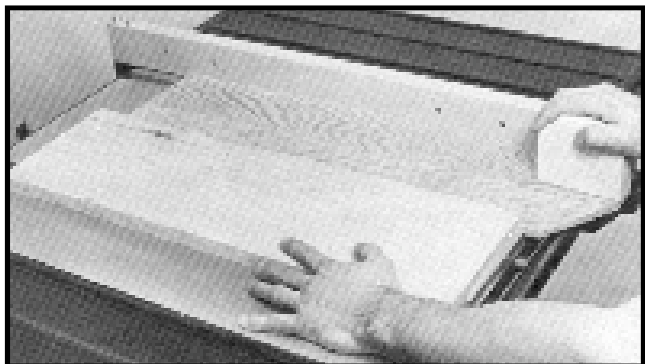
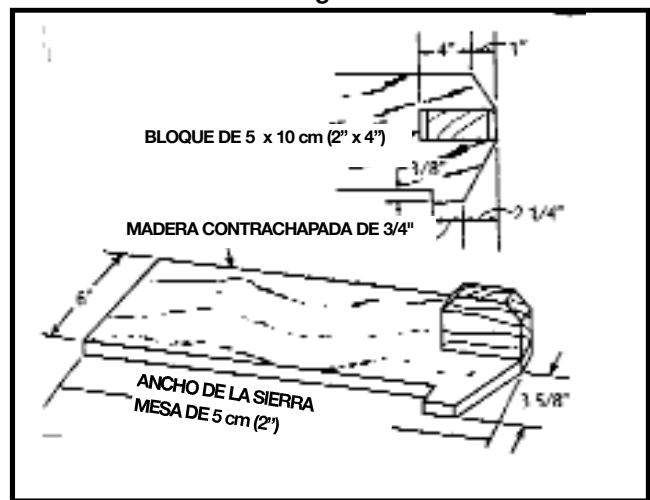

Fig. 48
Fig. 49
3. El corte longitudinal de piezas angostas puede resultar peligroso si no se hace con cuidado. Generalmente, las piezas angostas no pueden cortarse con la guarda en su lugar. Si la pieza de trabajo es muy corta, utilice una tabla para empujar. Cuando corta material de un ancho menor a 5 cm (2 pulgadas), una tabla plana para empujar es un accesorio provechoso, dado que las varas comunes pueden interferir con la guarda de la hoja. Cuando use una tabla para empujar, se debe sumar el ancho de ésta al ancho de la configuración de la posición de la guía de corte longitudinal. Una tabla plana para empujar puede construirse como se ve en la Fig. 49 y debe utilizarse como se muestra en la Fig. 48.